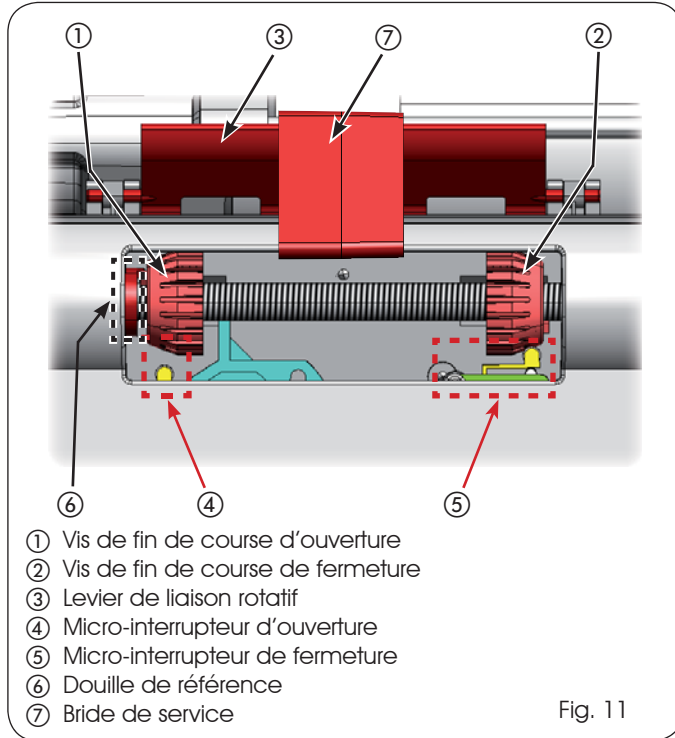

Fig. 11
La présence de la bride de service (réf. 7) permet de tourner librement les vis de fin de course de manière à sélectionner la configuration illustrée dans la figure 11.
1. Lorsque le rideau est complètement abaissé, la position des vis de fin de course réf. 1 et 2 doit être celle qui est illustrée dans la Fig. 11;
3. S'assurer que la vis de fin de course d'ouverture (réf. 1) est contre la douille (réf. 6) du côté gauche. Le micro-interrupteur d'ouverture (réf. 4) ne doit pas être au contact de la vis d'après la Fig. 11.
1. Lorsque le rideau est complètement fermé, enlever la bride de service (réf. ⑦ fig. 11) du groupe de fin de course;
1. Enlever et conserver la bride de service réf. ⑦ figure 11 des deux motorisations;